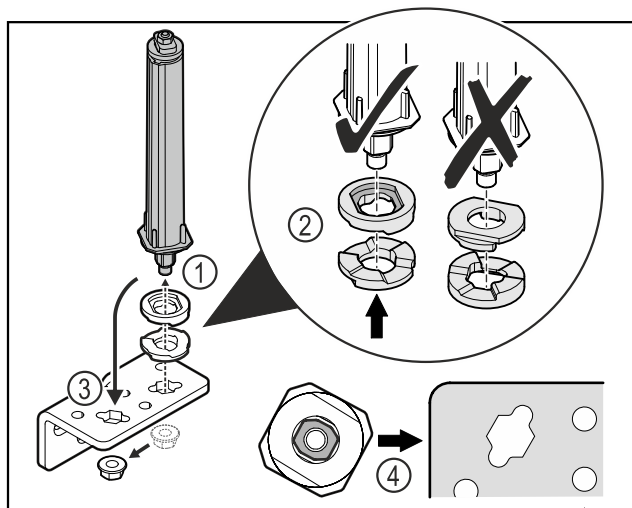

Fig. 27
- ▶ Odkręcić nakrętkę i wyjąć system blokujący drzwi Fig. 27 (1).
- ▶ Zwracać uwagę na prawidłowe ustawienie podkładek do regulacji wysokości Fig. 27 (2).
- ▶ Przetoczyć system blokujący drzwi w zawiasie i zamocować nakrętką Fig. 27 (3).
- ▶ Przy wkładaniu zwracać uwagę na prawidłowe ustawienie systemu blokującego drzwi Fig. 27 (4).